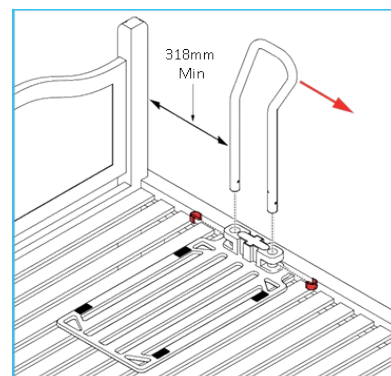

Abbildung 4
3.2a Entfernen Sie die Matratze und legen Sie die Betauflage auf den Lattenrost. Achten Sie darauf, dass die Handlaufführung nach oben zeigt (siehe Abb. 4).
3.2b Setzen Sie den Handlauf in die Handlaufführung ein. Bitte beachten Sie, dass der Handlauf kann so montiert werden, dass der abgewinkelte Teil des Griffs dem Benutzer zu- oder abgewandt ist, je nach dessen Bedürfnissen. Sichern Sie mit den beiden E-Clips (siehe Abb. 4).
3.3a Montieren Sie die Betauflage wie in Abb. 4 gezeigt.